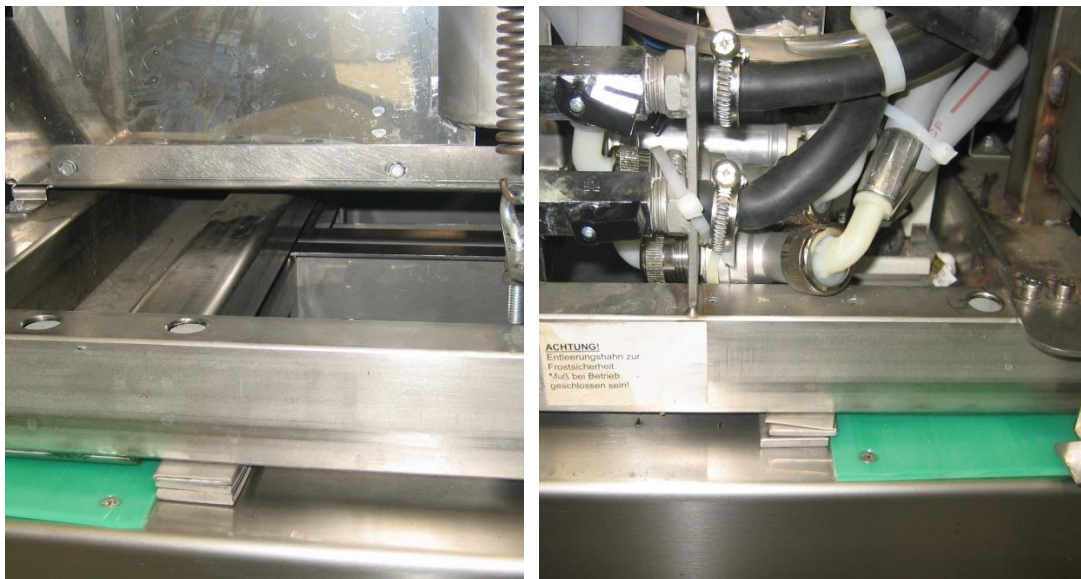

Abb. 3: Eingelegte Unterlegplättchen
- Die Unterlegplättchen werden neben den grünen Gleitflächen eingeschoben (siehe Abb. 3:).